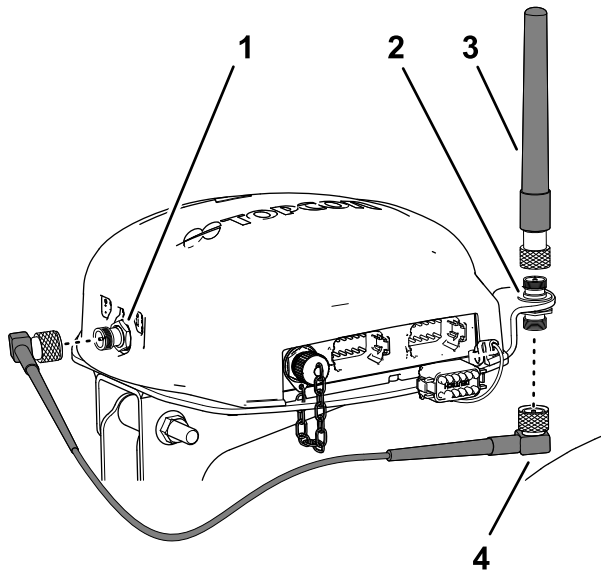

Figura 158
3. Monte la antena RTK sobre la parte superior del conector coaxial, y apriete la tuerca moleteada de la antena a mano (Figura 158).
4. Conecte provisionalmente el cable de la antena en la parte inferior del acoplamiento coaxial (Figura 158).
5. Enrute el cable por detrás del receptor de navegación hasta el conector coaxial del módem celular CDMA o GSM (Figura 158).
6. Enchufe el cable de antena en el conector coaxial del módem celular CDMA o GSM (Figura 158).